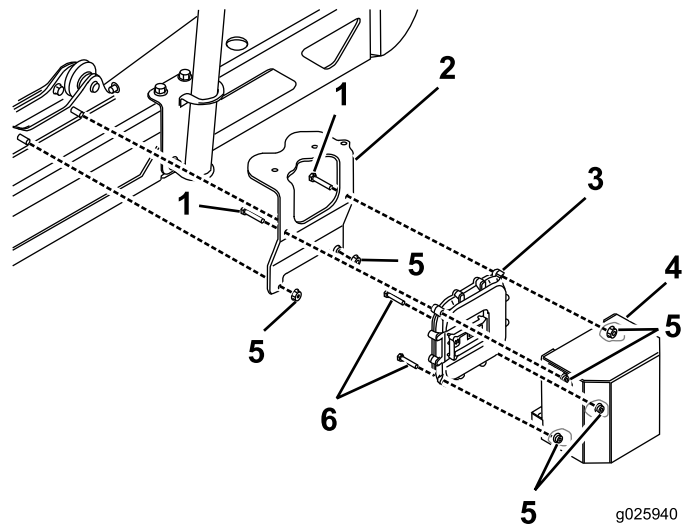

Bild 16
2. **Modell 1750:** Befestigen Sie das elektronische Steuergerät, die Halterung und Abdeckung an der Maschine (Bild 16).